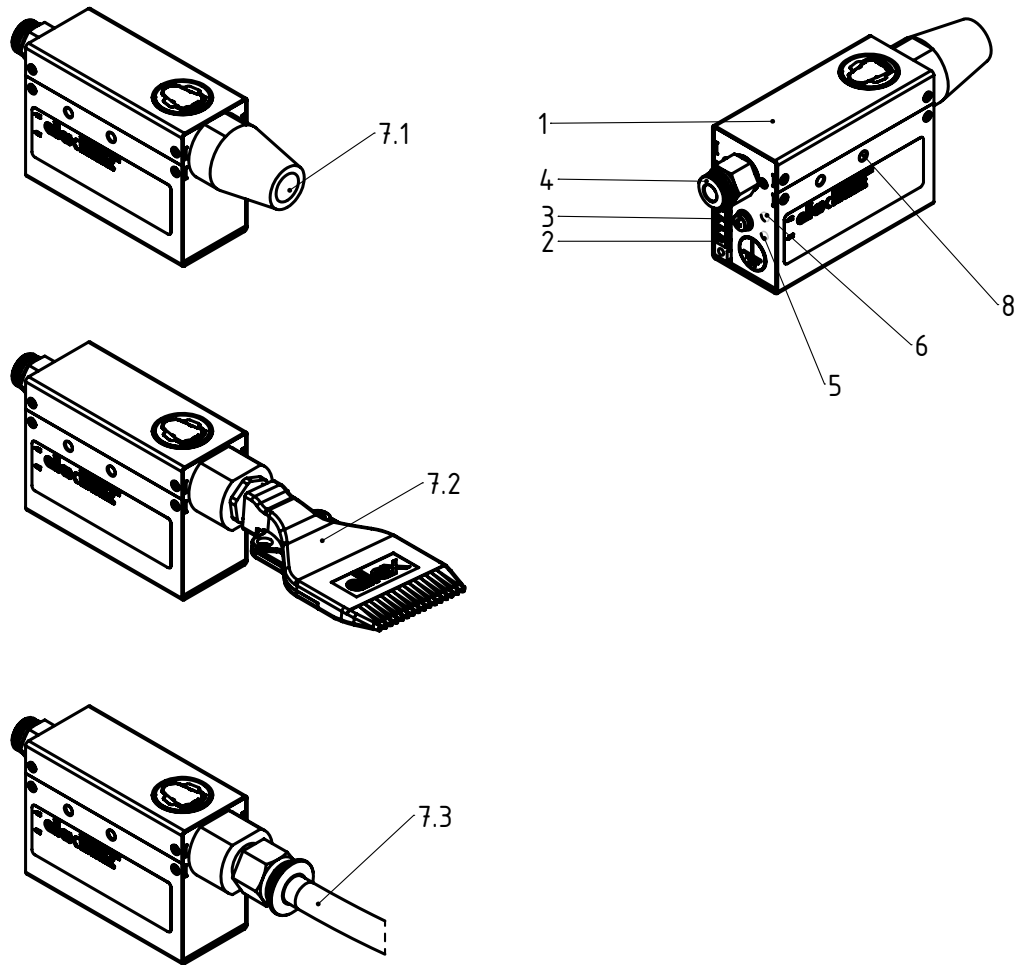

Abb. 1:
- Über den Erdanschluss (3, Abb. 1) muss eine dauerhafte Erdverbindung hergestellt werden. Das Erdungskabel sollte einen Mindestquerschnitt von 1,5 mm² aufweisen (siehe Kapitel 3.2 "Erdung", Seite 12).
Über den Erdanschluss (3, Abb. 1) muss eine dauerhafte Erdverbindung hergestellt werden. Das Erdungskabel sollte einen Mindestquerschnitt von 1,5 mm² aufweisen.